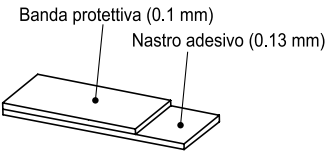

Fig.2
**M-BAND-10:** la banda magnetica M-BAND-10 è composta da due parti: la banda magnetica e il nastro di protezione. La banda magnetica è composta da un nastro magnetico, una banda di supporto e un nastro adesivo (Fig.2). Il nastro di protezione è composto da una banda protettiva e un nastro adesivo (Fig.1).